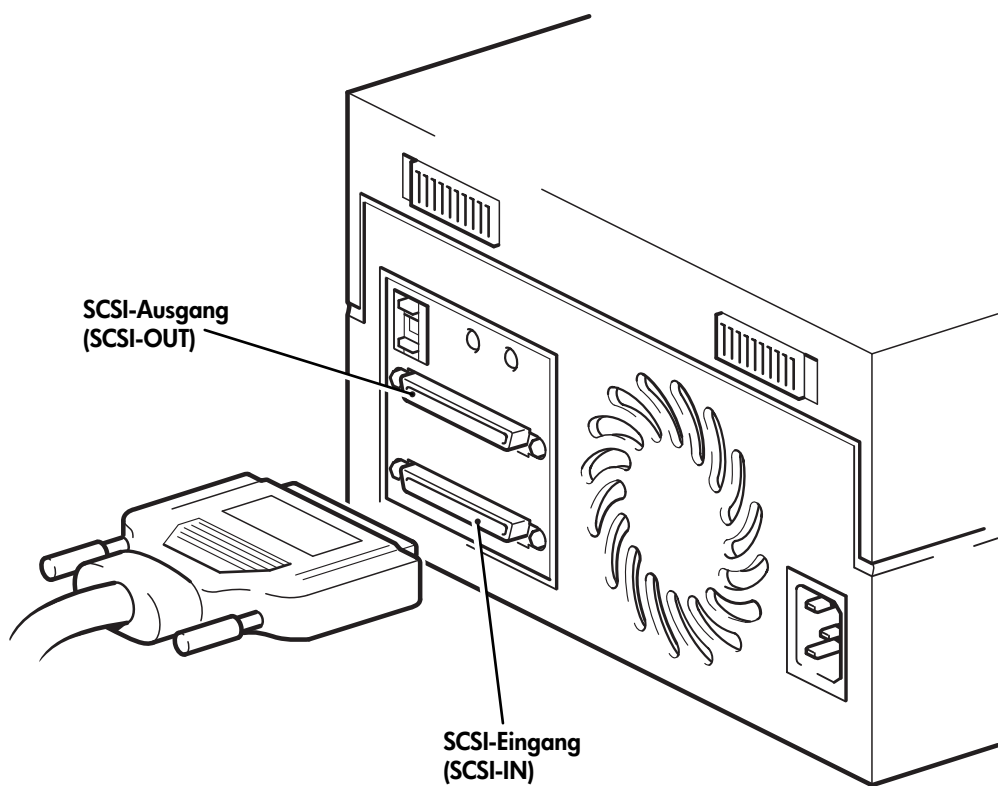

Abbildung 5: Anschließen des SCSI-Kabels
- 4 Schließen Sie den HD-Stecker des SCSI-Kabels am SCSI-Eingang (SCSI-IN) auf der Rückseite des Bandlaufwerks an, und ziehen Sie die Schrauben am Anschluss an. (Siehe Abbildung 5.) Schließen Sie das Kabel **nicht** am SCSI-Ausgang (SCSI-OUT) an.